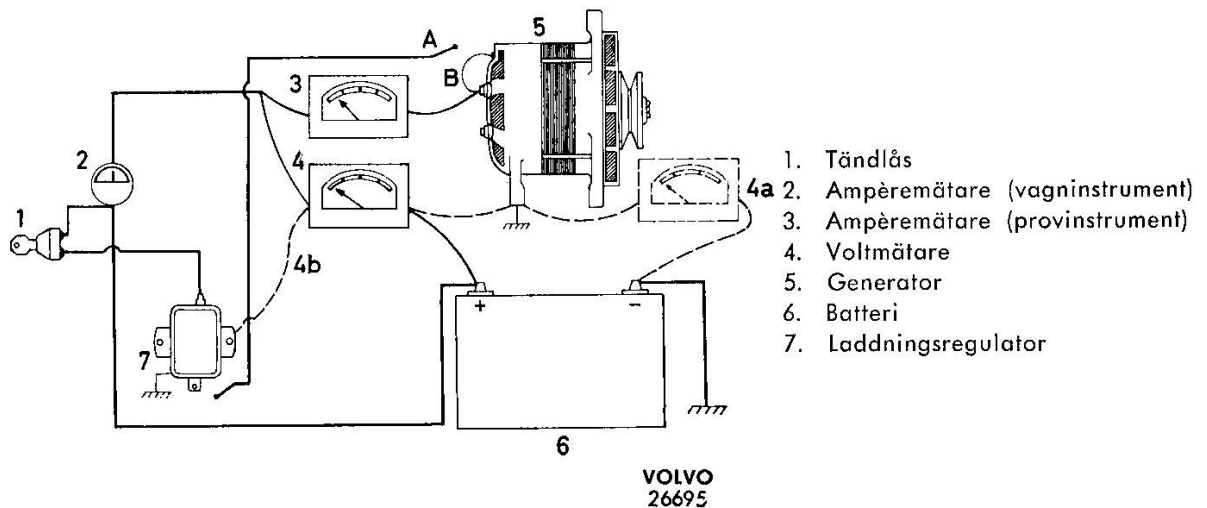

Bild 1 Provning av motstånd i laddningskretsen
Koppla enligt bild 1. Lossa laddningskretsens ledning från generatoren (B). Koppla en amperemätare (3 bild 1) i serie mellan generators uttag och den lossade laddningskretskabeln. Anslut en voltmätare (4) i den yttre laddningskretsen.